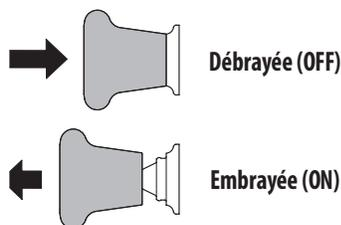

Figure 3-4
2. Tirez le bouton de la prise de force (Embrayage de la lame) vers l'avant à la position « ON » (Embrayée). Voir la Figure 3-4.